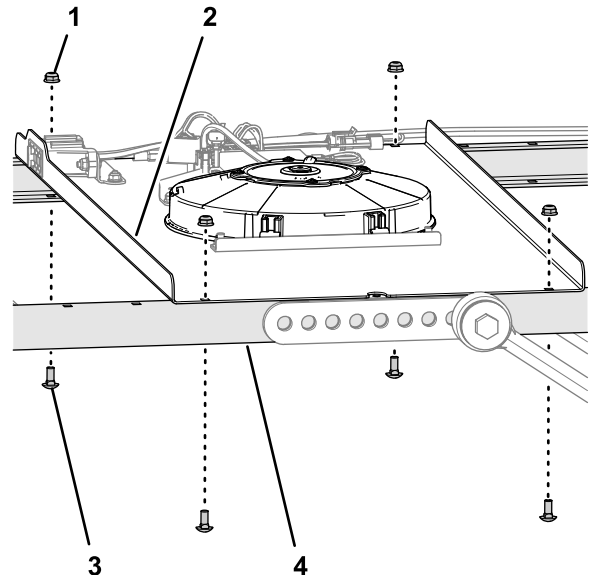

Figura 12
- B. Retire los 4 pernos de cuello cuadrado (1/4" x 5/8") y las 4 contratuercas con arandela prensada (1/4") que sujetan el panel de interruptores a los perfiles del bastidor lateral derecho e izquierdo (Figura 12).